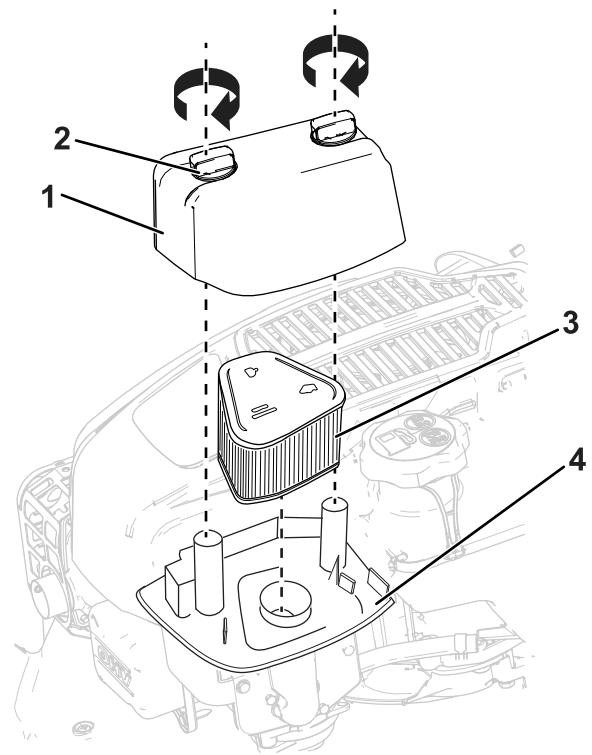

Figure 28
1. Retirez les fixations du couvercle du filtre à air et déposez le couvercle (Figure 28).